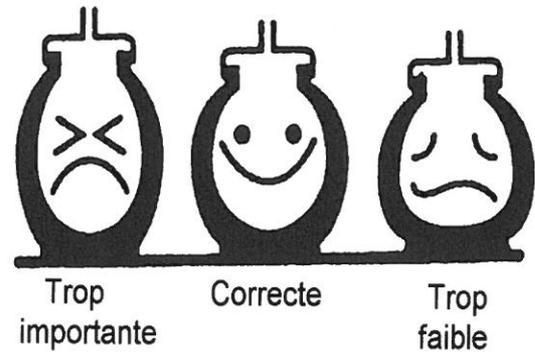

Figure 10
- Vérifiez la pression des pneumatiques, une pression trop basse rend le pneumatique fragile et sensible à l'usure, une pression trop élevée le rend inconfortable et peu adhérent. La pression recommandée est de 1,2 bars (Figure 10).
Démontez le couvercle de filtre à air (Figure 10) et retirez les éléments.